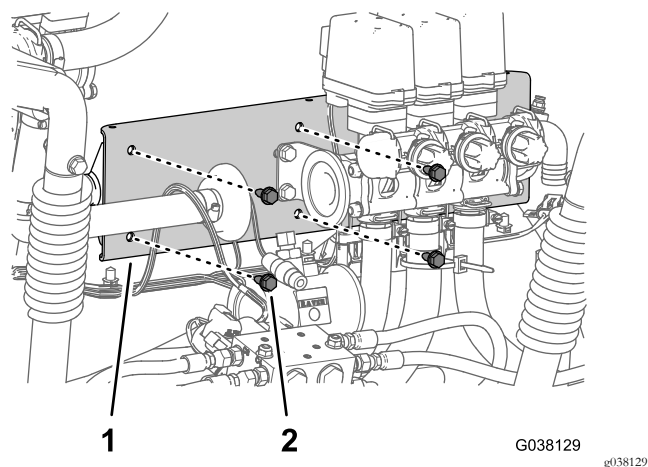

图18
1. 卸下将喷洒臂段阀支架固定至安装座的 4 个凸缘头螺栓 5/16 x 3/4 英寸 图18。